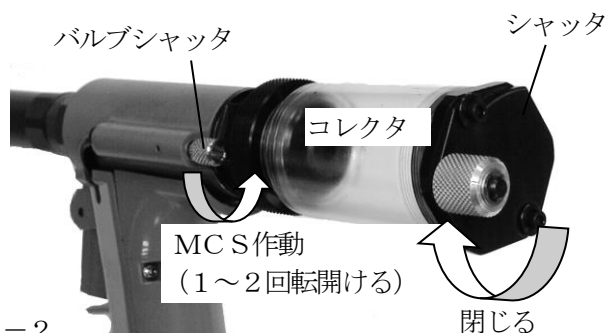

図4-2
(図4-2)
- (4) バルブシャッタを左に1~2回転回して開き、MCSを作動させてください。(図4-2)